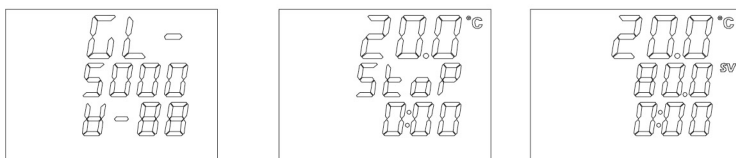

Рисунок 2
- 8.1.1. После включения питания в течение 6 секунд на дисплее отображается версия программного обеспечения, а затем текущая температура, предустановленное время нагрева и попеременно – текущий режим Stop и заданное значение температуры нагрева (Рисунок 2).